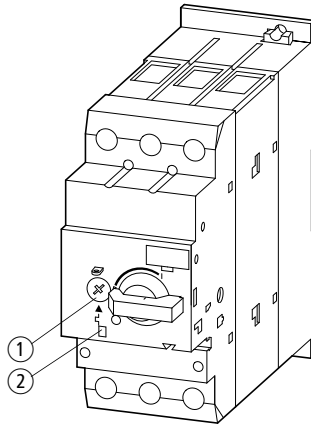

Abbildung 1: Motorschutzschalter PKZM4/XTPR...DC1
Die PKZM4/XTPR...DC1 werden mit Hilfe der Stromeinstellscheibe ① (→ Abb. 1 auf Seite 6) auf den Motornennstrom eingestellt.
Durch eine zusätzliche Testeinrichtung ② (→ Abb. 1 auf Seite 6) kann die Funktionstüchtigkeit des Schalters kontrolliert werden.